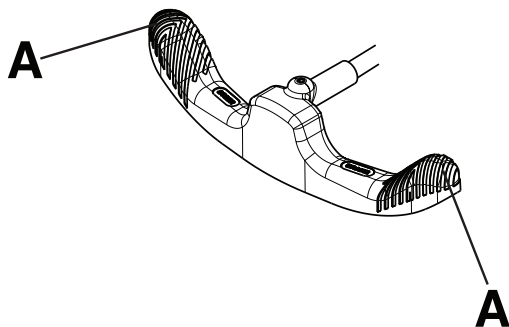

Figura 7 – Funzionamento del pedale freno/sterzo
Nota - Non premere al centro del pedale freno/sterzo. Premere sempre sul lato esterno (A) del pedale freno/sterzo (Figura 7).